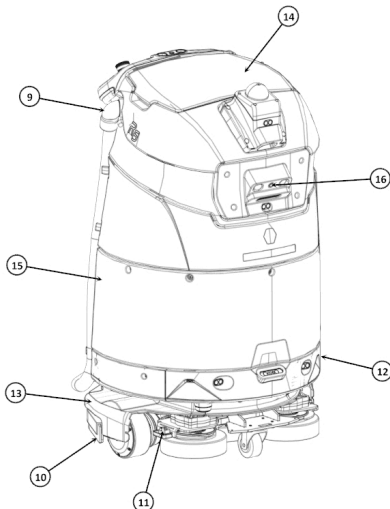

Abbildung 2
9. Saugschlauch (Abbildung 2)
10. Wischgummi (Abbildung 2)
11. Bürstenverriegelung (Abbildung 2)
12. Vordere Sensorleiste (Abbildung 2)
13. Saugbalken (Abbildung 2)
14. Schmutzwassertankdeckel (Abbildung 2)
15. Frontabdeckung (Abbildung 2)
16. vordere Farbkamera (Abbildung 2)